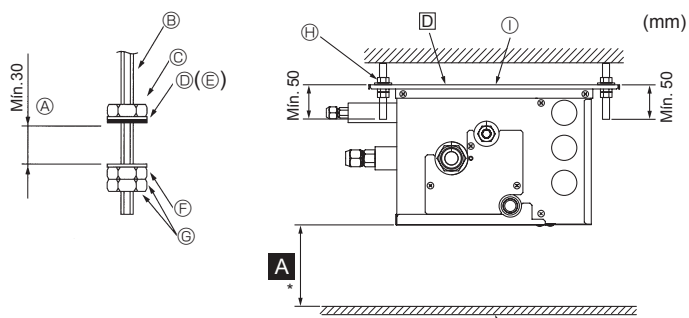

Fig. 6-1
- (2) Coloque as anilhas e as porcas (①, ②, adquira localmente) nos parafusos de suspensão. (Fig. 6-1)
- (3) Pendure a unidade nos parafusos de suspensão.